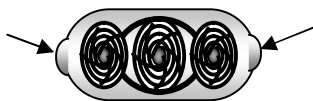

Рис. 2
- Снять верхнюю и нижнюю защитные решетки (без применения инструмента), одновременно нажав кнопки-фиксаторы рис.2.
- Снять верхнюю защитную решетку, одновременно нажав на кнопки-фиксаторы (рис.2).
- Снять **нижнюю защитную решетку** (без применения инструмента), одновременно нажав **кнопки-фиксаторы** (рис.2).